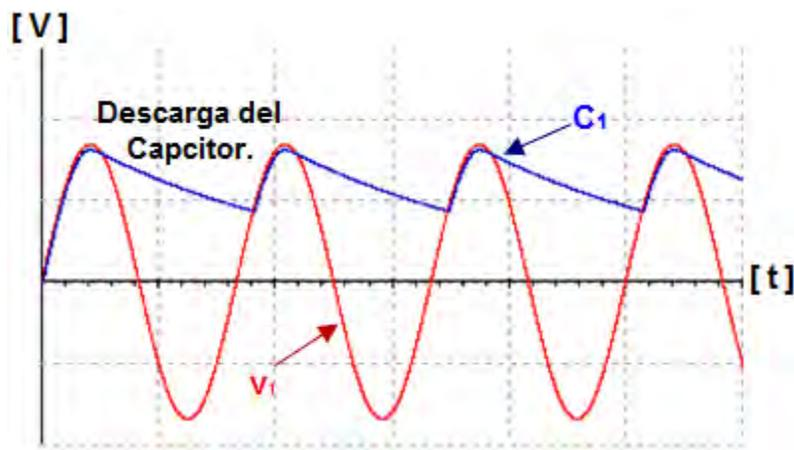

Figura 3.5. Rectificador de media onda con capacitor.
4. Cuando el capacitor y la señal de entrada (v_1) se vuelven a interceptar en el ciclo positivo, el capacitor comienza a cargarse; este ciclo se repite indefinidamente, la figura 3.5 muestra la gráfica de estas dos señales (la gráfica de color rojo corresponde a v_1 y la gráfica de color azul corresponde a C_1).